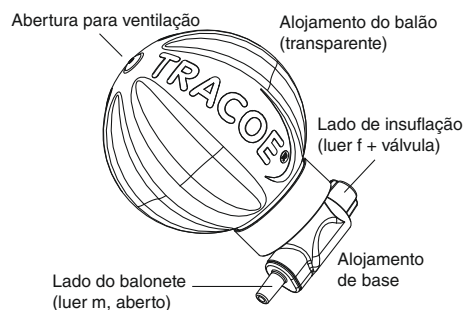

Fig. 1: Componentes e conectores do TRACOE smart Cuff Manager
O TRACOE smart Cuff Manager é composto por uma esfera externa dura (transparente) que inclui um balão elástico interno (azul) ligado a um alojamento da base através de um conector luer macho e fêmea (fig. 1). Este dispositivo é concebido para garantir que a pressão do balonete da cânula endotraqueal / de traqueostomia se mantém dentro do intervalo de 20 cm a 30 cmH2O durante a utilização. Este intervalo é conseguido por meio de controlo passivo, atuando o balão interno (azul) do dispositivo como
**CUIDADO:** A função de amortecimento do balão interno só é efetiva numa direção, para permitir insuflação ou supervisão da pressão do balonete da cânula endotraqueal / de traqueostomia e, portanto, não está ativa quando um monitor de pressão do balonete ou uma seringa são inseridos no conector luer (no lado de insuflação do dispositivo (fig. 1).
O balão elástico interno (azul) está localizado dentro de uma esfera exterior dura (transparente). Este balão interno está ligado ao alojamento da base (branco), o qual tem dois conectores luer (fig. 1):
Este conector luer fêmea tem incorporada uma válvula autovedante que impede o fluxo de ar após remoção de uma seringa ou de um medidor de pressão (fig. 1).